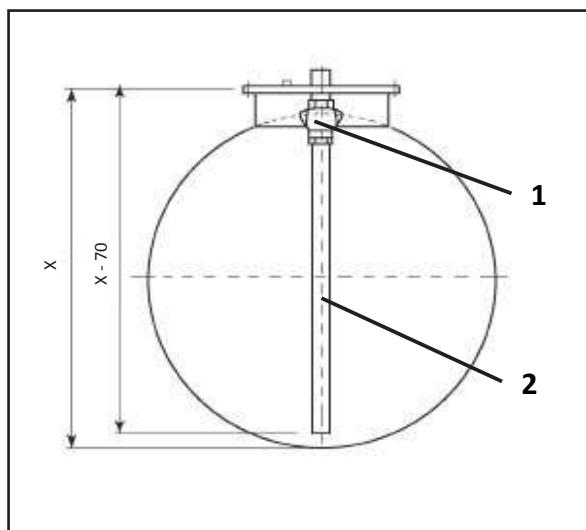

Figure 1
**3:** Raccorder le tuyau (position 2/Figure 1) au limiteur :
- mesurer la distance X entre la bague du trou d'homme (position 1/figure 1) et le fond du réservoir.